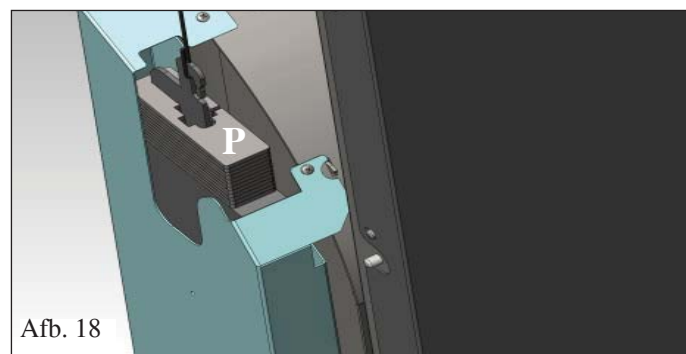

Afb.17
- Maak voor het openen van de deur gebruik van de bijgesloten verwijderbare handgreep (Afb. 17).